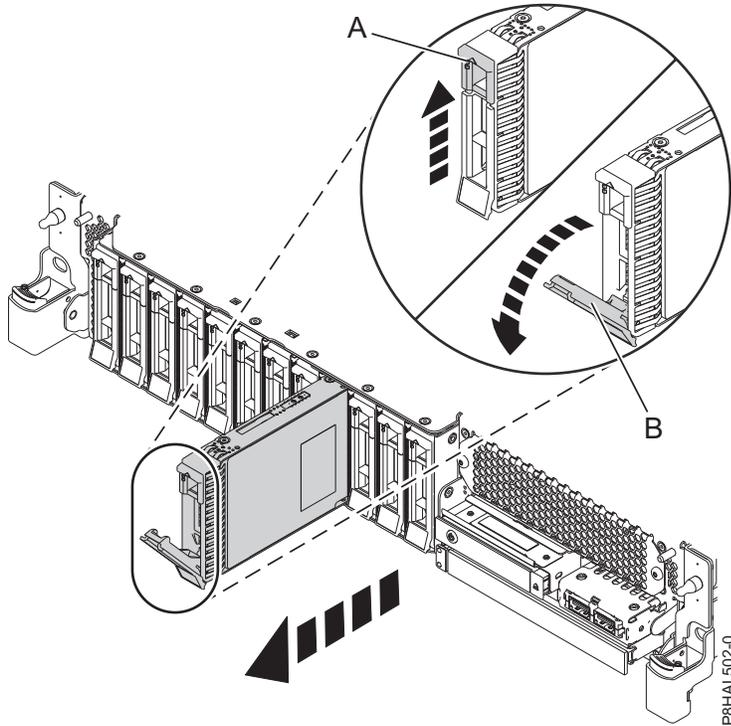
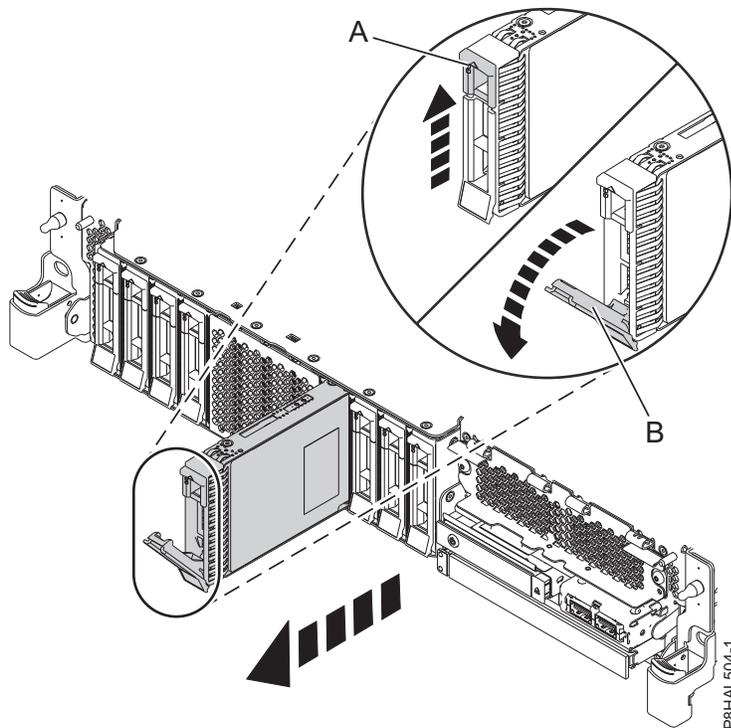

Figure 50. Retrait d'une unité de disque d'un système à fonction de base
Figure 51. Retrait d'une unité de disque d'un système à fonction étendue
3. Lorsque le voyant d'identification s'allume et reste fixe, déverrouillez la poignée de la baie d'unité **(B)** en appuyant dessus **(A)** et en la tirant vers vous. Voir : figure 50, à la page 53 et figure 51, à la page 53. Si la poignée n'est pas complètement sortie, vous ne pouvez pas retirer l'unité SSD du système.